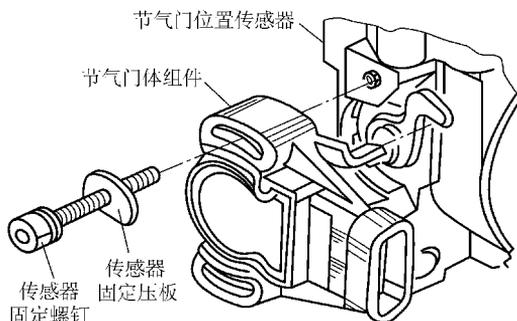

图 1-1 大宇车系可调式节气门位置传感器
1) 韩国大宇车系中有两种节气门位置传感器，外表相同，都是可调式节气门位置传感器，只是怠速节气门输出电压调节长孔的旋转方向不同，一个是顺时针旋转输出电压升高，另一个是逆时针旋转输出电压升高。由于两种节气门位置传感器配置于不同的车型，如装错，汽车第一次起动正常，但是原地做几次加速动作后，仪表板上故障指示灯便会被点亮，随后发动机怠速抖动，排气管发出“突突”声，加速放炮，并留下节气门位置传感器（TPS）的故障码。大宇车系可调式节气门位置传感器见图 1-1。